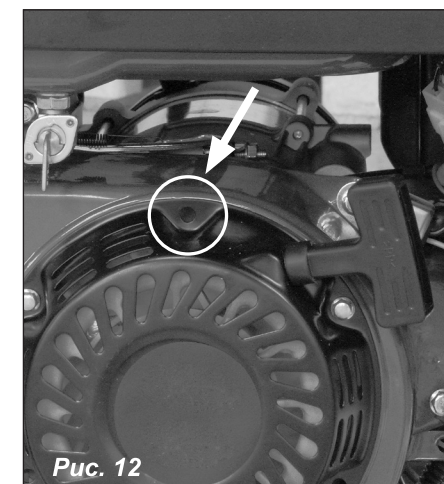

Рис. 12
4. Проверните несколько раз коленчатый вал двигателя, чтобы масло равномерно распределилось, затем установите свечу зажигания. Медленно тяните ручку стартера, пока не почувствуете сопротивление. Продолжайте тянуть, пока паз на шкиве стартера не поравняется с отверстием на механическом стартере (рис. 12). В этой точке впускной клапан и выпускной клапан закрыты, и это поможет защитить двигатель от внутренней коррозии.